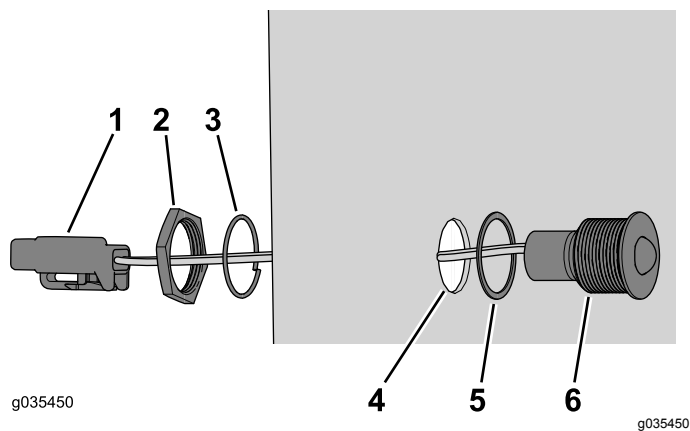

Figura 15
- Inserite il connettore attraverso il foro di montaggio nel pannello del coperchio (Figura 15).
Nota: Assicuratevi che la guarnizione sia montata tra il coperchio e la spia luminosa (Figura 15).
- Utilizzate il dado di fissaggio e la rondella per fissare la spia luminosa al foro di montaggio nel pannello del coperchio (Figura 15).